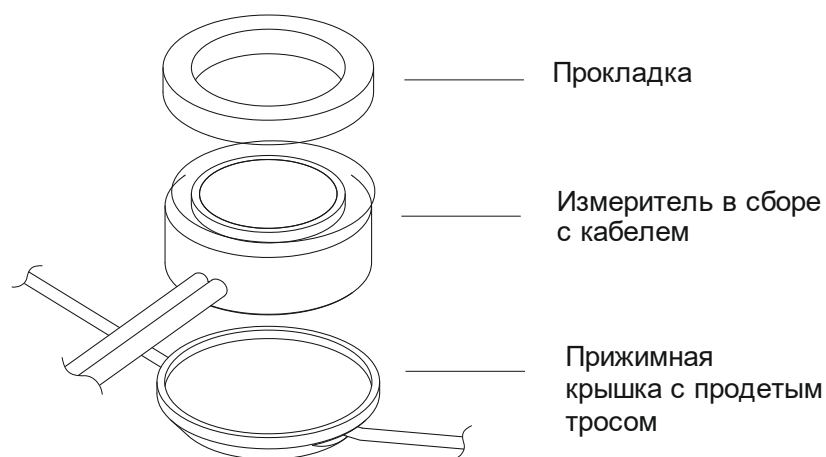

Рис. 5.1 – Составные части измерителя
9.8 Приклеить кольцевую резиновую прокладку к корпусу измерителя (см. рис.5.1) клеем, указанным в таблице 7.1, согласно инструкции по его применению.